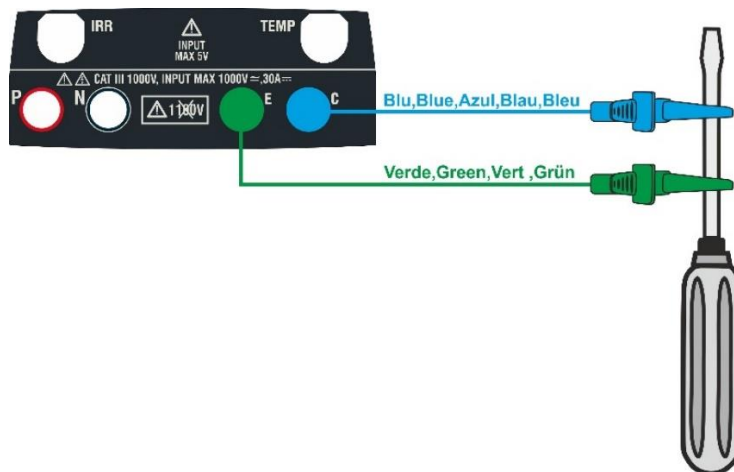

Fig. 5: Compensación de la resistencia de los cables de medida
2. Conecte los cables de medida entre sí como se muestra en Fig. 5